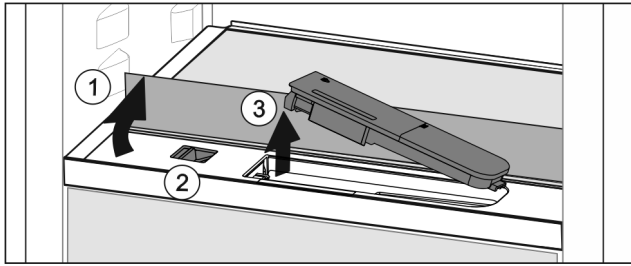

Fig. 44
- ▶ Glasplaat heffen en tot de aanslag naar achter klappen Fig. 44 (1).
- ▶ Schuif Fig. 44 (2) naar links schuiven.
- ▶ Waterreservoir eruit halen Fig. 44 (3).